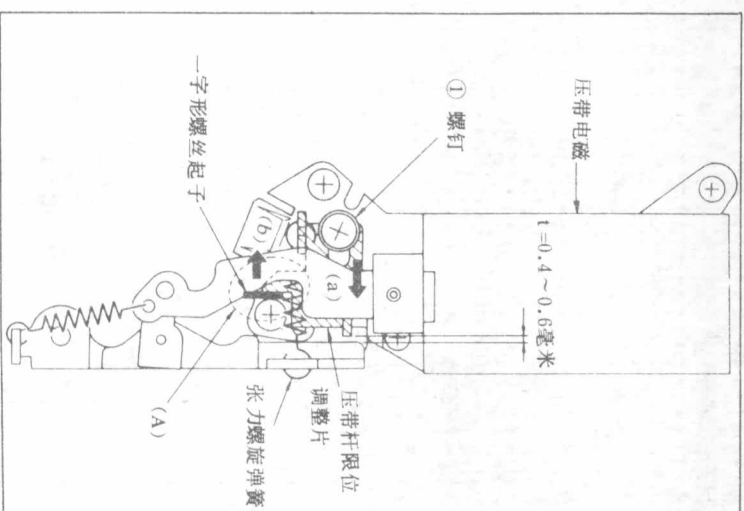

图 28 压带杆限位片间隙调整
- 2) 检查图 28 所示的压带杆限位片的间隙“t”是否为 0.4~0.6 毫米。不是 0.4~0.6 毫米时, 应进行下列调整。
- 1) 在抑止压带电磁下, 拧开图 28 的螺钉①。
- 2) 按箭头②所示方向把压带杆限位调整片(图中阴影部分)移到尽头。这时, 间隙“t”为 0。
- 3) 以一字形螺丝起子, 按箭头③所示方向把压带杆限位调整片推动, 如④部所示, 直至间隙“t”成为 0.4~0.6 毫米为止。(以 $\phi 0.4$ 及 0.6 的厚度规进行间隙调整。)
- 4) 拧紧螺钉①并将其锁定。